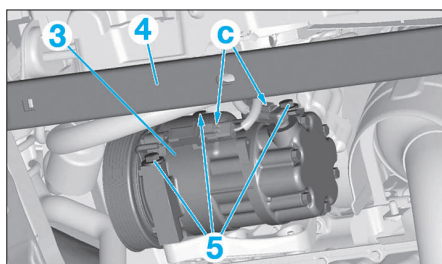
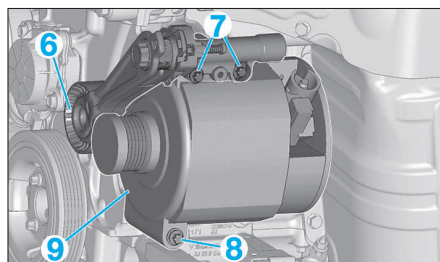

FIG. 12
FIG. 13
- Débrancher les connecteurs (3) en (c) (Fig.12).
- Déposer la traverse avant du berceau (4) et les vis (5) (Fig.12).
- Ecarter avec précaution et brider le compresseur (3) (il n'est pas nécessaire d'ouvrir le circuit de réfrigérant).
- les vis (7) (Fig.13).
- le galet tendeur dynamique (6)
- la vis (8) et l'alternateur (9).